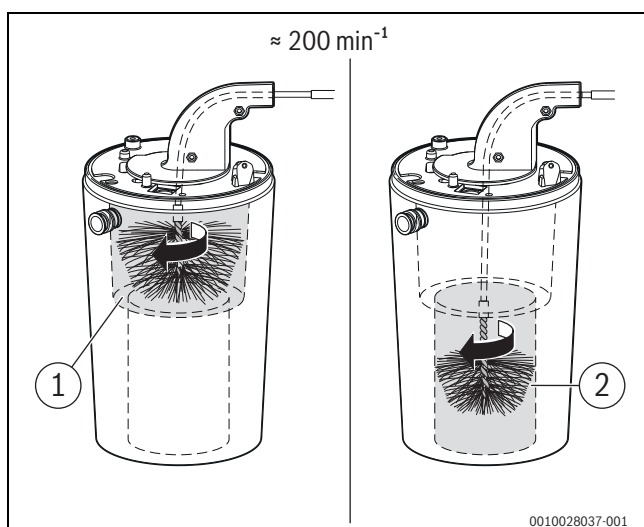

Fig. 59 Nettoyage du corps de chauffe (env. 200 tr/min, rotation à droite uniquement)
- Répéter le processus avec la petite brosse pour la zone inférieure (→ fig. 59, [2]).